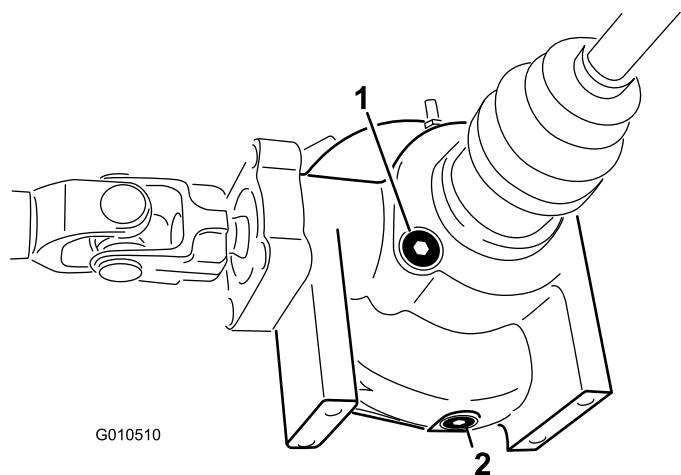

Figure 55
2. Nettoyez la surface autour du bouchon de vidange sur le côté du différentiel (Figure 55). Placez un bac de vidange sous le bouchon de vidange.